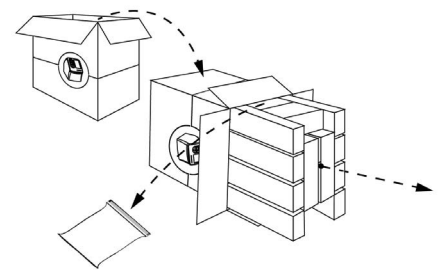

Figura 3
4. Coloque la caja de costado (Figura 3).
5. Extraiga lentamente el instrumento y la espuma que lo rodea de la caja utilizando el tubo marrón que se encuentra entre los paneles de espuma (Figura 3).
6. Retire la bolsa de accesorios y colóquela a un lado (Figura 3).